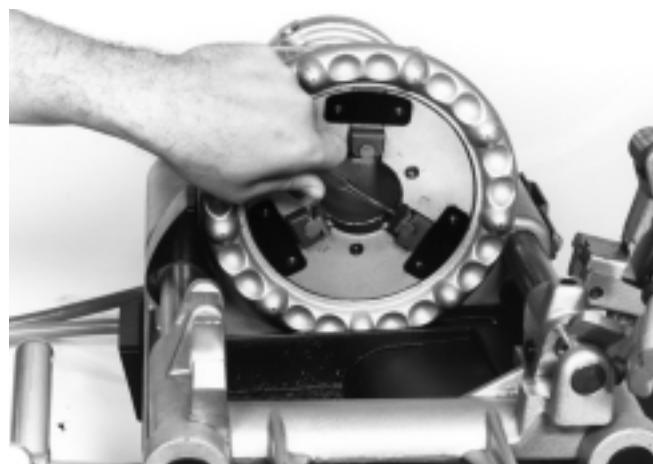

Figura 19 – El recambio de las piezas de inserción para las mordazas
1. **Para extraer la pieza de inserción** — coloque un punzón en la ranura de detención para el resorte y apriete hacia abajo. (*Figura 19*)